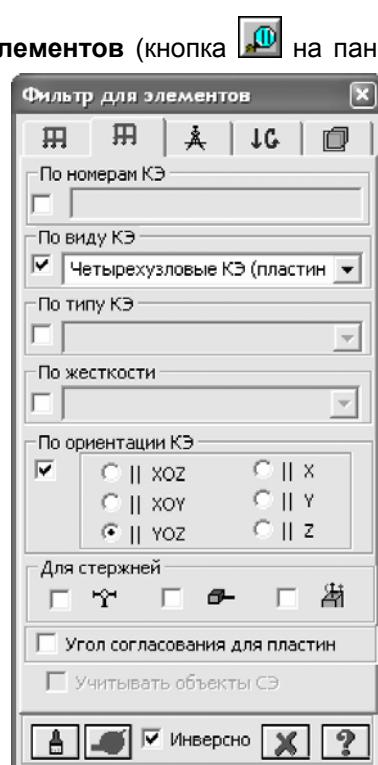

Рис.4.14. Диалоговое окно
- Активизируйте закладку **Фильтр для элементов** (рис.4.14).